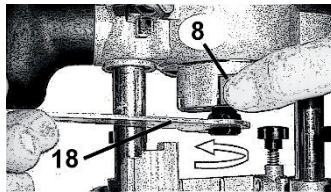

Рисунок 2
- за допомогою гайкового ключа (18, рис. 2), з комплекту поставки, відкрити/закрутити цанговий патрон.
- за допомогою ключа (16, рис. 2) з комплекту поставки, послабити цанговий патрон та витягнути робочу фрезу;